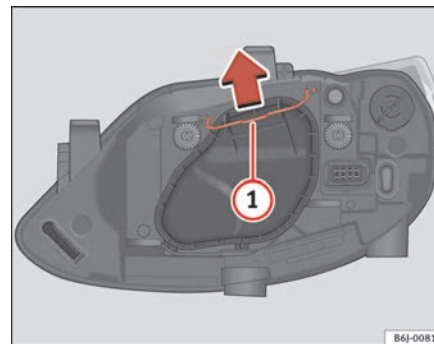

Fig. 152 Médios / máximos farol simples
- Desloque o tirante ⇒ página 234, fig. 152 ① no sentido da seta e puxe a tampa.